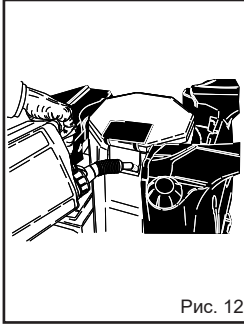

Рис. 12
**ИСПОЛЬЗОВАНИЕ АНТИФРИЗА (рис. 12)**